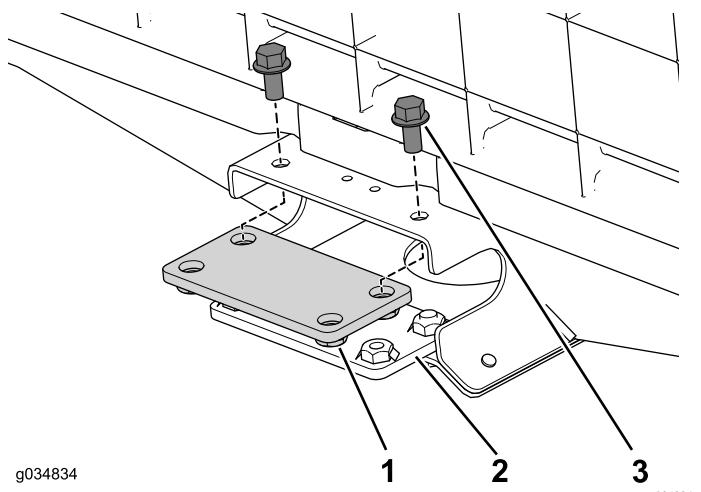

図 70
1. 車体前部のセンター・チャネルに、上下の接続プレートを仮止めするフランジボルト3/8 x 3/4 インチ4本を使う図 70。